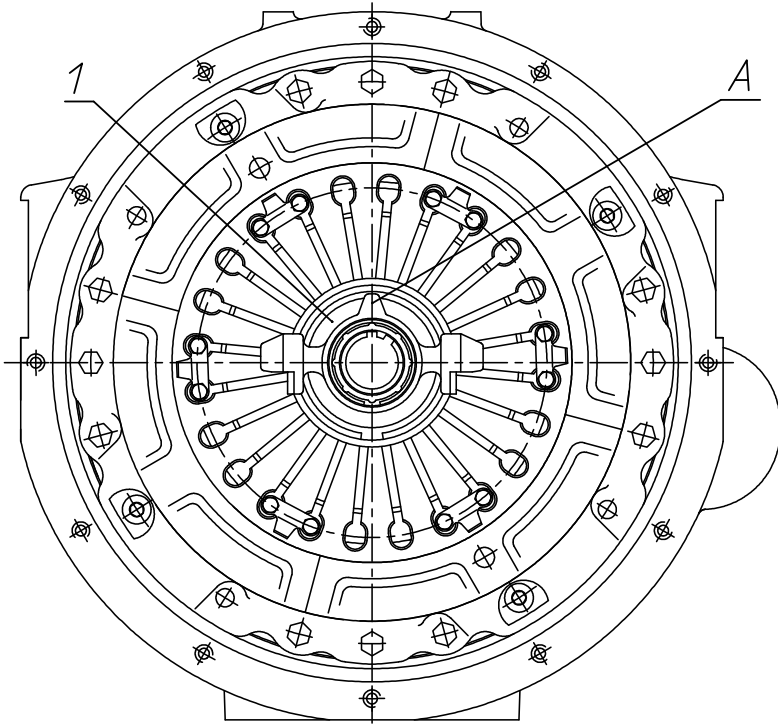

Рис. 127. Положение муфты выключения сцепления
5. С помощью специальной оправки, установленной на центрирующую оправку ведомого диска, сцентрировать муфту выключения сцепления 1 и развернуть её, как показано на рис. 127 (положение выступа А). Допускается угловое отклонение установки выступа А не более 10°.